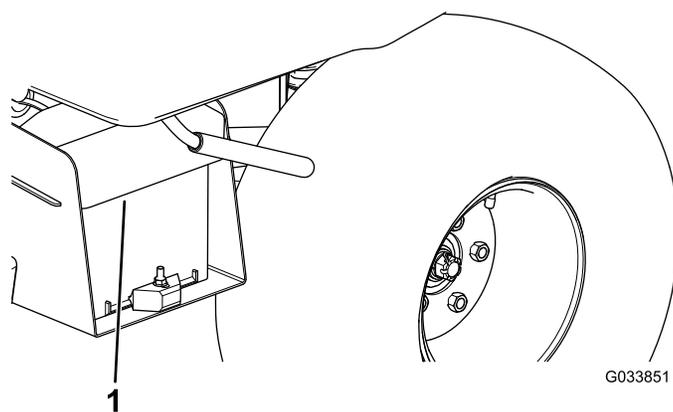

Рисунок 4
2. Снимите крышку с основания аккумулятора (**Рисунок 4**).
6. Поместите крышку аккумуляторной батареи на основание аккумуляторной батареи (**Рисунок 4**).
1. Надавите на крышку аккумуляторной батареи, чтобы высвободить лапки крепления из основания аккумуляторной батареи (**Рисунок 4**).
- Надавите на крышку аккумуляторной батареи, совместив лапки крепления с основанием аккумуляторной батареи, и отпустите крышку (Рисунок 4).